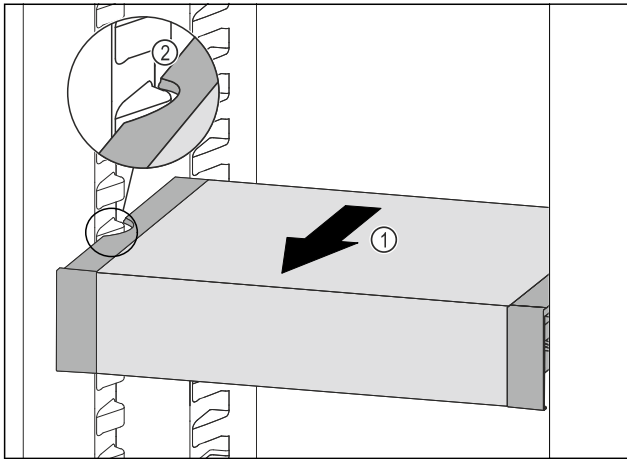

Fig. 88
- ▶ VarioSafe nach vorne ziehen Fig. 88 (1), bis sich die seitlichen Aussparungen des VarioSafes auf Höhe der Behälterrippe im Kühlteil befinden. Fig. 88 (2)